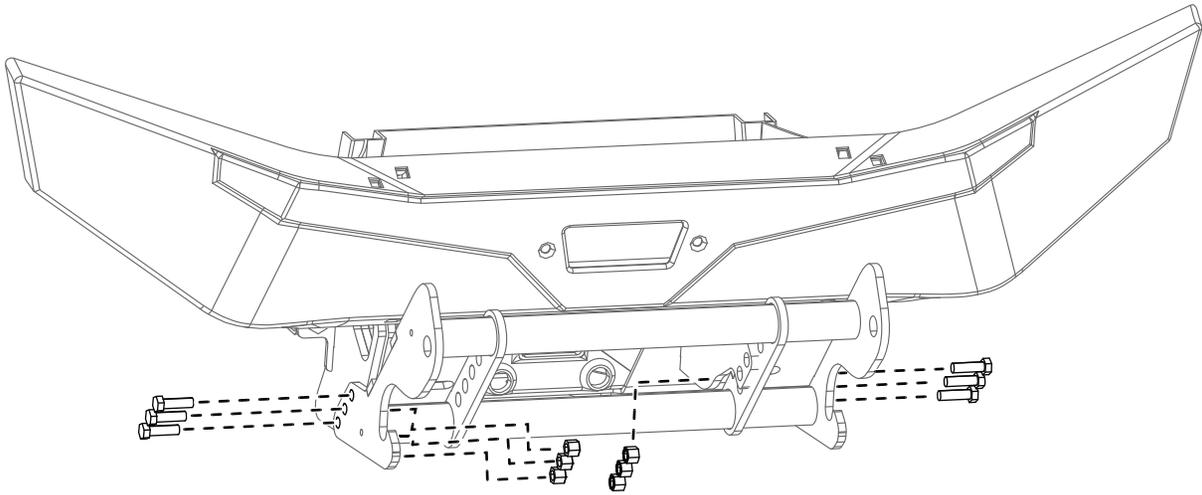

Figure 4
6. Fixez légèrement l'extérieur de la barre de poussée à la plaque de protection à l'aide de 6 boulons ( $\frac{3}{8}$  po) et contre-écrous (Figure 4).